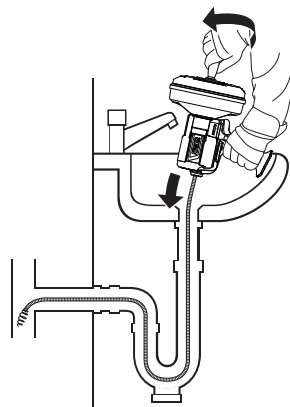
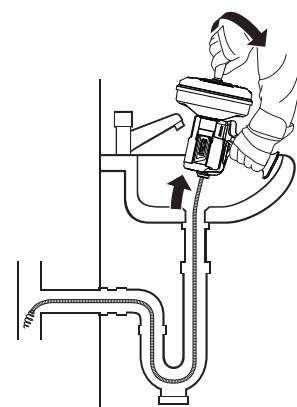

Figura 6 – El cable avanza
Figura 7 – El cable se retrae
4. Si gira el tambor hacia la derecha, el cable avanza (Figura 6). Si gira el tambor hacia la izquierda, el cable se retrae (Figura 7). El operario también puede avanzar o retraer el cable a mano. Haga avanzar el cable hasta que tope con el bloqueo.
8. Recupere el cable (Figura 7). Preste atención al cable a medida que lo va retirando, ya que podría atascarse.